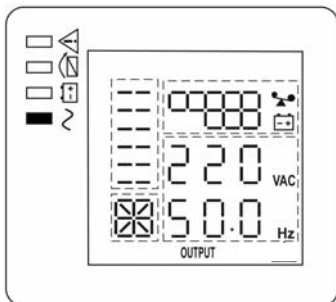

Рисунок 8 — состояние ЖК-дисплея и индикаторов в режиме «ОСНОВНОЙ» (АКБ и нагрузки подключены)
- Включите изделие комбинацией кнопок  +  (см. п.1 таблицы 2). Изделие выполнит автоматическое самотестирование, определит качество входного сетевого напряжения и уровень нагрузки. Процесс самотестирования сопровождается последовательным включением/выключением всех индикаторов. После самотестирования изделие перейдет в режим «ОСНОВНОЙ» и продолжит заряд АКБ. Индикатор «БАЙПАС» погаснет, а индикатор «ИНВЕРТОР» включится (см. рисунок 8).
- Включите нагрузки. Если нагрузок много, необходимо включать их последовательно, одну за другой, на ЖК—дисплее отобразится уровень нагрузки (см. рисунок 8).
Вновь подать сетевое напряжение. Изделие должно автоматически перейти в режим «ОСНОВНОЙ» (см. рисунок 8), либо в режим «ЭКО», если параметр ECO включён (см. Приложение 2, описание настройки параметров изделия).